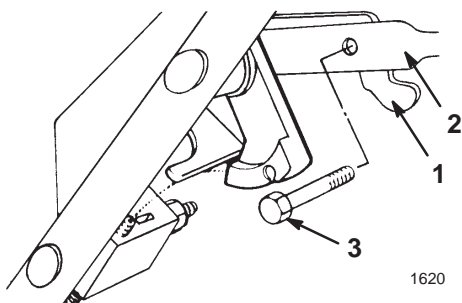

Figure 5
8. Fixez le levier de commande à la barre de commande au moyen d'un boulon et d'un contre-écrou (Fig. 5).